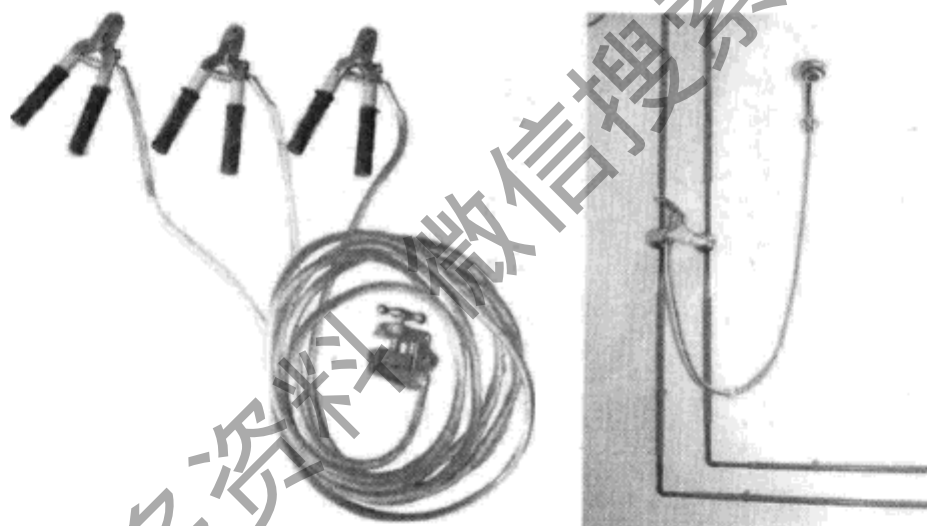

图 2-20 临时接地线及其应用
② 检修前必须用试电笔复查被检电路，证明确实无电时才能开始动手检修。
③ 如果被检线路比较复杂，应在检修点附近安装临时接地线，即将所有相线互相短路后再接地，人为造成相间短路或对地短路，如图 2-20 所示。这样，在检修中万一有电送来，会使总开关跳闸或熔断器熔断，以避免操作人员触电。